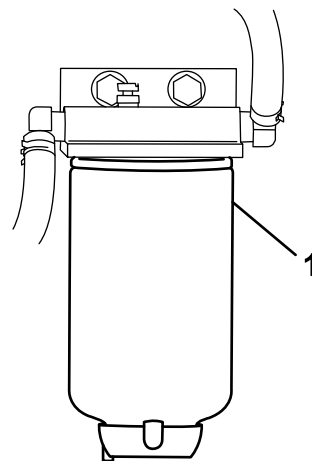

Figura 25
3. Desaparafuse o filtro de combustível do suporte (Figura 25).